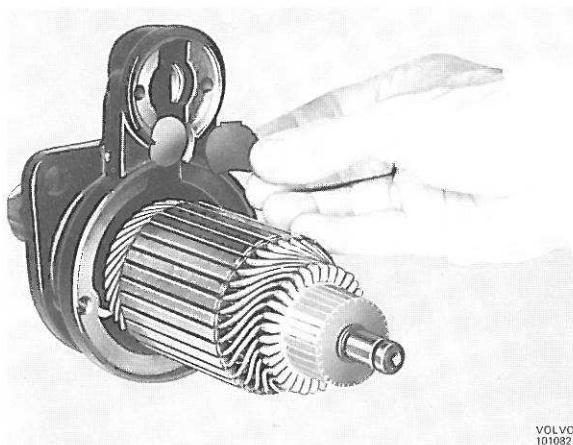

Fig. 3-11. Enlèvement de rondelle d'étanchéité
9. Enlever la rondelle de caoutchouc et la rondelle d'acier, fig. 3-11.